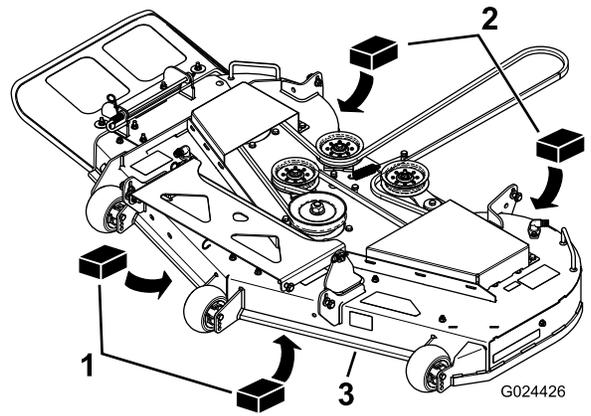

Figure 64
3. Placez deux cales de 6,6 cm (2⁵/₈ po) sous chaque côté du bord avant du tablier de coupe, mais pas sous les supports des galets anti-scalp (Figure 64).
4. Placez deux cales épaisses de 7,3 cm (2⁷/₈ po) sous le bord arrière de la jupe du tablier de coupe, une de chaque côté (Figure 64).